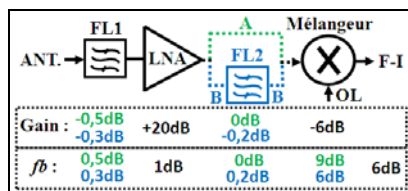

Figure 4 : Mélangeur et facteur de bruit
Si l'on admet que l'oscillateur local n'a aucune action sur le bruit FI (7), un mélangeur peut être considéré comme un quadripôle, actif ou passif, caractérisé par son gain ou sa perte de conversion. Mais attention, on ne peut plus appliquer les règles de calcul que l'on a vues ci-dessus sans précaution. En effet, la fonction de transfert d'un mélangeur est une multiplication de sinus et/ou de cosinus. Le produit contient deux termes (deux fréquences) dont l'un correspond à la FI et l'autre est filtré. Mais il reste une ambiguïté car on obtient une même FI pour deux fréquences à convertir. L'une est choisie pour fréquence d'entrée et l'autre, la "fréquence image" est éliminée par filtrage. Ce qui vaut pour le signal vaut aussi pour le bruit. Si un préamplificateur est inséré entre le filtre d'entrée et le mélangeur, le bruit généré par celui-ci l'est dans les deux bandes, donc deux fois plus élevé après conversion en FI. Ainsi le rapport S/B diminue de 3 dB, comme si le facteur de bruit du mélangeur avait augmenté de 3 dB. La figure 4 pose le problème et apporte la solution.
Comme on le voit, la solution consiste à insérer un second filtre de bande entre l'ampli et le mélangeur. En calculant le facteur de bruit à l'entrée ANT, on trouve 2,46 dB pour la configuration A (en vert) et 1,84 dB pour la configuration B (en bleu). Dans ce cas, le fait d'ajouter le filtre FL2, qui n'a pas besoin d'atténuer plus que 20 dB la fréquence image, permet d'alléger FL1 (et ses pertes) et de garder globalement la même perte d'insertion. La méthode de calcul du  $fb$  à partir des valeurs de la fig. 4 fera l'objet du troisième article sur le facteur de bruit.